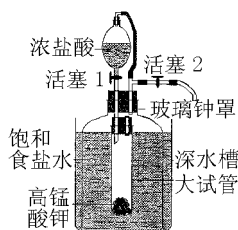

图1
1. 实验装置(如图1所示)
(1) 搭建如图1所示装置,并检查保证装置的气密性完好。
(2) 在大试管内放入适量 KMnO_4 固体,在深水槽中放入饱和食盐水,在分液漏斗中加入适量浓盐酸。
(3) 打开分液漏斗的活塞1,让浓盐酸滴入大试管内的 KMnO_4 固体上,反应立即产生大量的氯气,氯气从大试管的导管口逸出后被贮存在玻璃